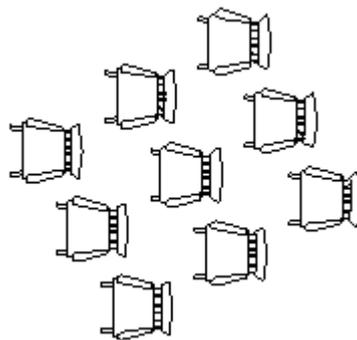

图 5-15 行间距和列间距的设置结果
2) 改变系统变量 `Snapang` 的值, 改变捕捉和网格的方向, 再用 `Array` 命令中的矩形 (R) 选项阵列复制时, 可复制成沿一定角度阵列对象。先将 `Snapang` 的值设置为 30° , 然后用 `Array` 命令中矩形 (R) 选项, 行间距和列间距的设置同上面的操作。结果如图 5-15 所示。